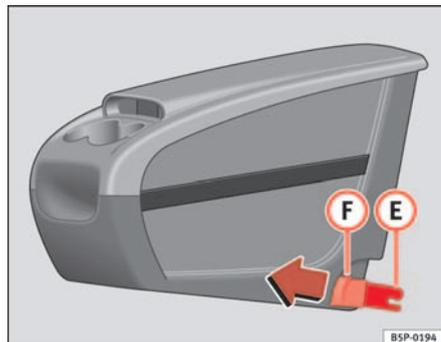
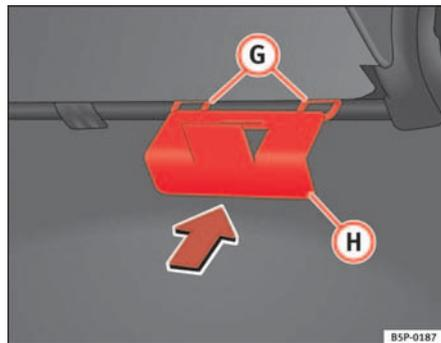

Fig. 109 Cassetto portaoggetti estraibile. Montaggio
Fig. 110 Piastra di fissaggio del cassetto portaoggetti estraibile
- Collocare dall'interno del veicolo la piastra di fissaggio **H** ⇒ fig. 110 del cassetto portaoggetti estraibile, facendolo passare attraverso la parte posteriore del sedile. Deve essere collocato fra lo schienale e il piano del sedile, nella zona del posto centrale.
- Agganciare i due pezzi di fissaggio **E** ⇒ fig. 109, con i due anelli di fissaggio **G** ⇒ fig. 110 e premere con forza fino a quando le due pinze si incastrano completamente con gli anelli.
- Tirare in avanti entrambi i pulsanti ⇒ fig. 109 **F** delle pinze (pulsanti rossi), fino a quando non si sente lo scatto.